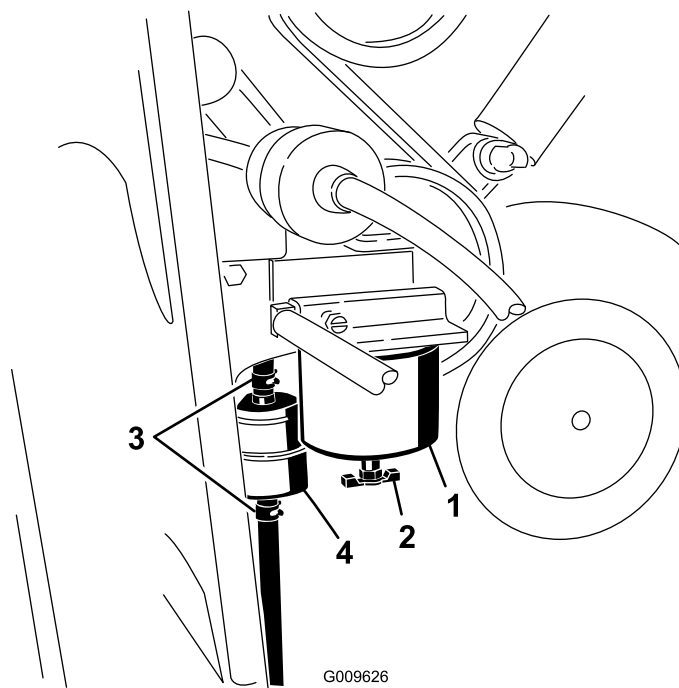

Figura 37
1. Individuare il filtro carburante sul lato destro del motore (Figura 37) e posizionare un recipiente pulito sotto di esso.
1. Individuate i filtri carburante sul lato destro del motore (Figura 37) e posizionate un recipiente pulito sotto di esso.
2. Pulire la superficie circostante la scatola del filtro (Figura 37).
3. Rimuovete la scatola del filtro e pulite la superficie di montaggio (Figura 37).
5. Installare a mano la scatola del filtro finché la guarnizione non tocca la superficie di appoggio, poi ruotarla per un altro 1/2 giro (Figura 37).
6. Individuate il filtro in linea dietro la scatola del filtro del carburante (Figura 37) e osservate la direzione della freccia del flusso sul lato del filtro in linea.
7. Aprite i fermi su ciascuna estremità del filtro in linea ed estraete i flessibili (Figura 37). Gettate via il filtro.
- Fate scorrere i flessibili sull'estremità di un nuovo filtro (Figura 37), verificate che la freccia sul filtro sia posizionata nella stessa direzione di quella sul vecchio filtro.